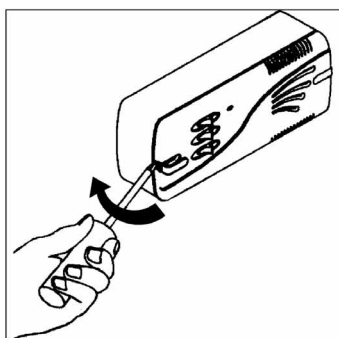
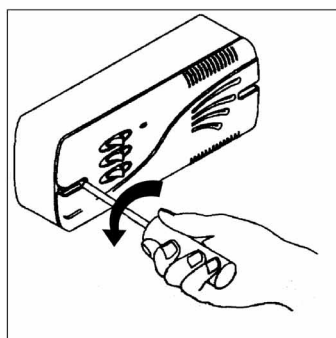

Abb. 2/pic 2./Fig. 2
Abb. 3/pic 3./Fig. 3
1. Die Stirnplatte vom Befestigungsrahmen trennen. Hierzu werden die beiden Schraubenköpfe entfernt und die zwei Schrauben herausgedreht (siehe Abb. 2 und Abb. 3).
2. Den Befestigungsrahmen von der Wanddose trennen, indem die beiden Schrauben herausgedreht werden. (siehe Abb. 3).
1. Detach the fascia from the mounting frame by removing the screw covers and the two screws (Refer to Fig.2 and Fig.3).
2. Detach the mounting frame from the wall box by removing the two screws. (Refer to Fig.3).
1. Séparer la façade du cadre de montage en retirant les deux cache-vis et en ôtant les vis (voir fig. 2 + 3).
2. Séparer le cadre de montage du boîtier mural, en retirant les deux vis (voir fig. 3).